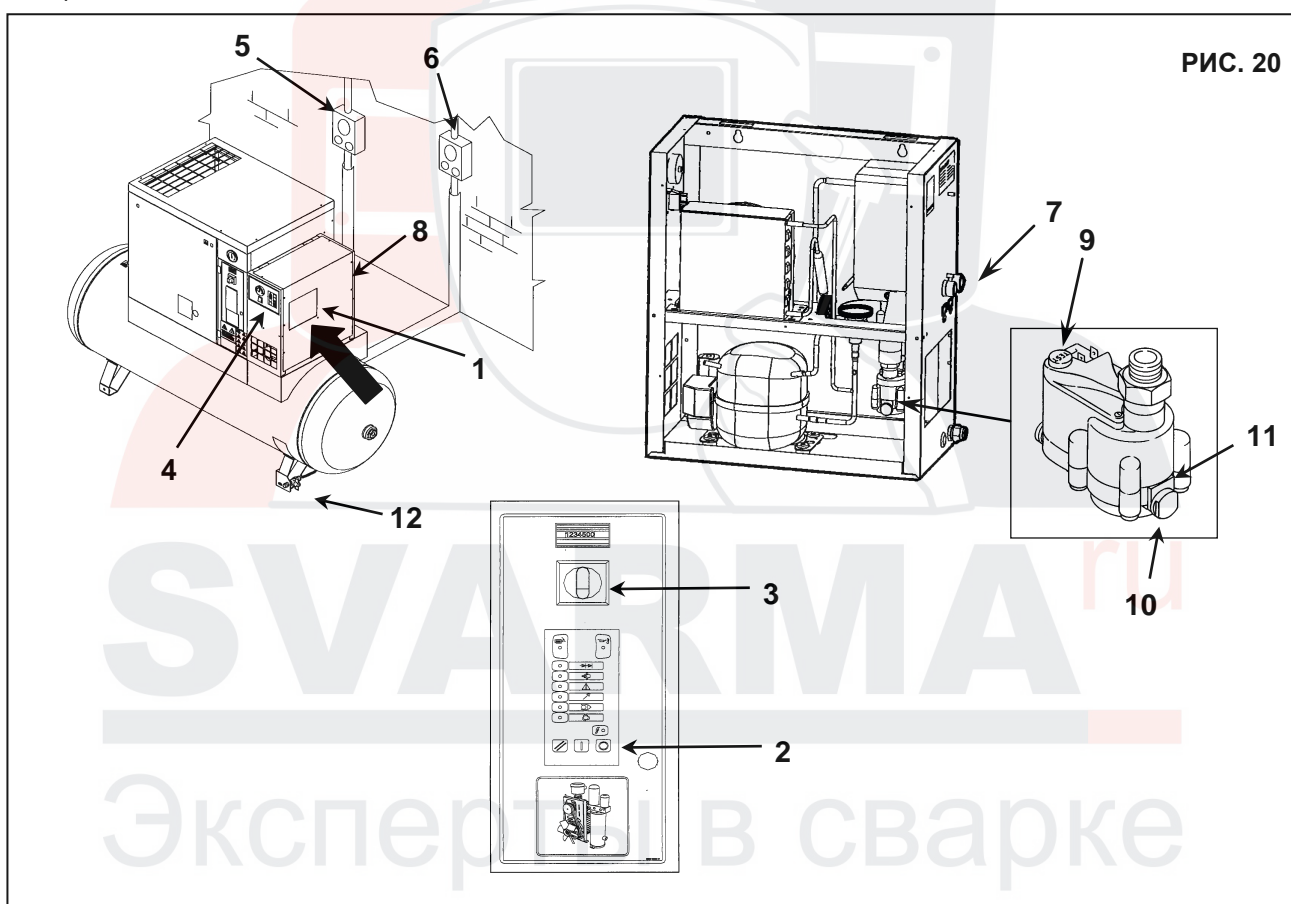

РИС. 20
Очистку конденсатора необходимо выполнять ежемесячно (поз. 1, рис. 20).
- Выключите машину кнопкой поз. 2, рис. 20: при этом машина остановится через 30 секунд работы на холостом ходу.
- Нажмите кнопочный выключатель поз. 4, Рис. 20
- Выключите автоматический дифференциальный переключатель питания, поз. 5 (на винтовом компрессоре) и поз. 6 (при наличии осушителя), Рис. 20.
- Снимите панель, поз. 8, рис. 20
- Очистите ребра конденсатора, поз. 1, рис. 20, сжатым воздухом (см. рис. А). **НЕ ИСПОЛЬЗУЙТЕ ВОДУ И РАСТВОРИТЕЛИ.**
- Закройте панель, поз. 8, Рис. 20.
15.8 ОЧИСТКА ГРЯЗЕСБОРНОГО ФИЛЬТРА ОСУШИТЕЛЯ (Рис. 20)
- Закройте кран, поз. 7, рис. 20
- Сбросьте давление осушителя, нажав (приблизительно на 10-20 секунд) на кнопку сброса конденсата "TEST", расположенную на таймере (поз. 9, рис.20).
- Выключите дифференциальный переключатель питания, поз. 6 (на осушителе, при наличии), рис. 20.
- Сбросьте давление, повернув кран, поз. 12, Рис. 20.
- Снимите ограничитель, поз. 10, Рис. 20
- Снимите фильтр, поз. 11, Рис. 20
- Откройте кран, поз. 7, рис. 20